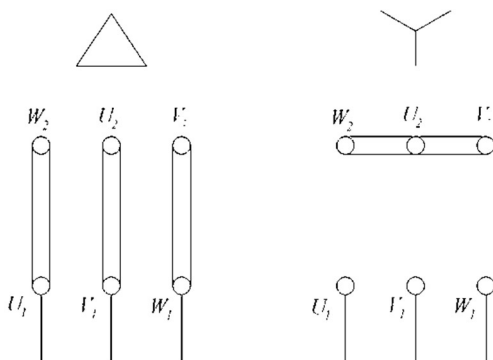

Рисунок 2 – Схема підключення електродвигуна до мережі живлення 380 В
6.1.4 Виконати підготовку двигуна – здійснювати підключення двигуна до мережі живлення 380 В згідно схеми (рис. 2), виміряти опір ізоляції та при необхідності просушити електродвигун.